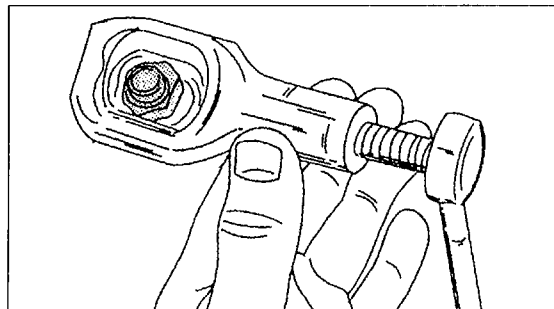

Bild 21
- Schwierigkeiten können auch manchmal beim Lösen von Muttern oder Schrauben auftreten, deren Kanten bereits durch unvorschriftsmäßige Verwendung der falschen Schlüsselgröße abgerundet sind (aus Erfahrung gesprochen bei Zweithandwagen manchmal anzutreffen). Mit der bereits erwähnten Gripzange kann man versuchen die Mutter oder Schraube zu lösen. Je nach Lage der Mutter kann man diese auch aufmeißeln oder am Gewinde entlang aufsagen. In diesem Zusammenhang möchten wir auch den Mutternspalter erwähnen, falls man zu dessen Benutzung genügend Arbeitsraum hat. Das Werkzeug arbeitet in der in Bild 21 gezeigten Weise, d.h. man zieht die Schraube an, bis die Mutter platzt. Ein Vorteil ist dabei, dass man das Gewinde der Schraube nicht beschädigt.